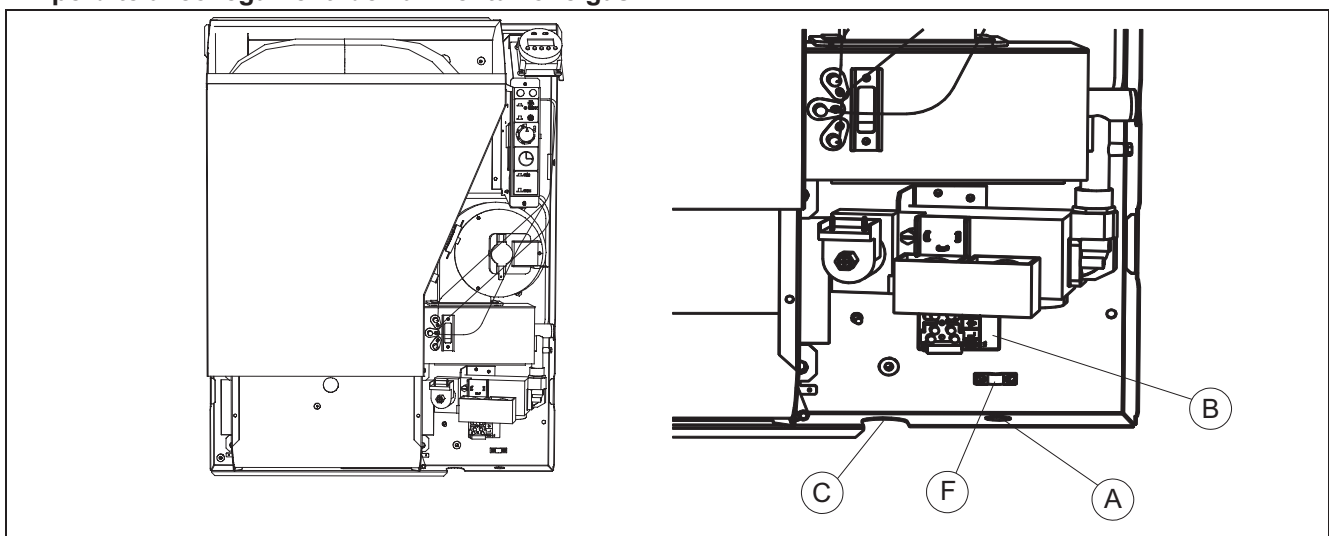
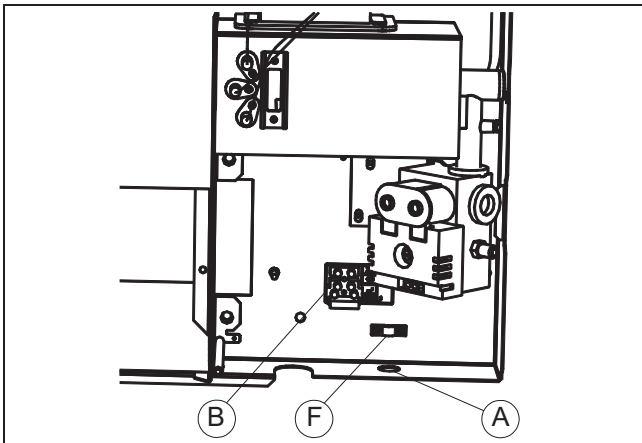
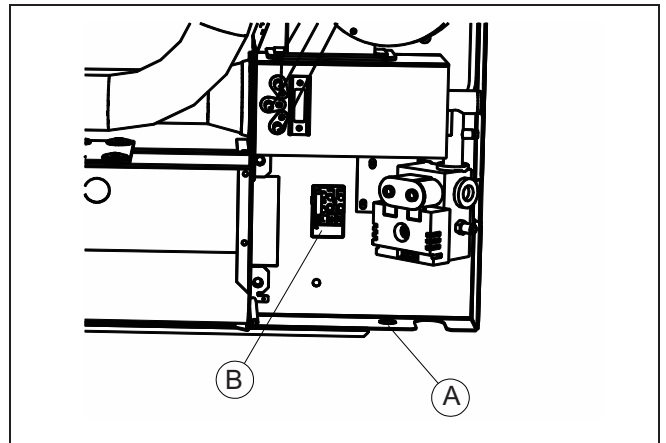
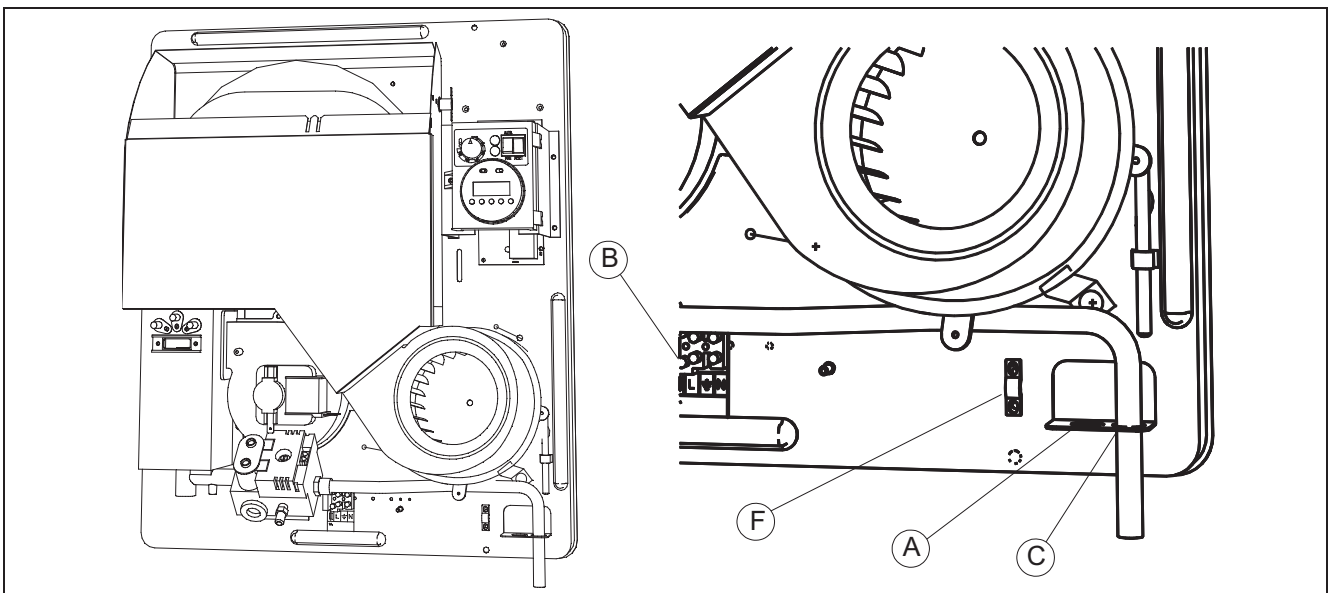

Figura 18 – POSIZIONE ALIMENTAZIONI PER I MODELLI 5002 E 8002
Figura 20 – POSIZIONI ALIMENTAZIONI PER 4001, 4002 E 5001
Figura 21 – POSIZIONI ALIMENTAZIONI PER MODELLI 8001
Figura 22 – POSIZIONE ALIMENTAZIONI PER I MODELLI 3001 E 3002
14. Predisporre l'apparecchio per l'allacciamento alla rete elettrica (230 V / 50 Hz) facendo passare, attraverso il pressacavo montato nel foro A (vedi Figura 18, Figura 20, Figura 21 o Figura 22) e, per i modelli 3001, 3002, 4001, 4002, 5001 e 5002, attraverso il ponticello F (vedi Figura 18, Figura 20 o Figura 22) un cavo tripolare con spina, oppure interponendo tra l'apparecchio e la rete un interruttore onnipolare con apertura minima dei contatti di 3 mm.
Il cavo deve essere tipo HO5 VVF 3x1 mm2 con diametro esterno massimo di 8,4 mm e deve essere collegato all'apposita morsettiera B (vedi Figura 18, Figura 20, Figura 21 o Figura 22) avendo cura di rispettare la polarità indicata sulla morsettiera (L = fase, N = neutro,  $\perp$  = terra).
16. Per i modelli 5002 e 8002 il tubo deve essere collegato alla valvola gas facendolo passare dalla cava (C) vedi Figura 18. Nei modelli 4001, 4002, 5001 e 8001 il tubo gas dovrà passare dalla cava presente sulla parte inferiore destra del mantello.
17. Nei modelli 3001 e 3002 il tubo necessario per il collegamento è fornito a corredo dell'apparecchio; collegare quest'ultimo alla valvola gas facendolo passare dal foro C (vedi Figura 22).